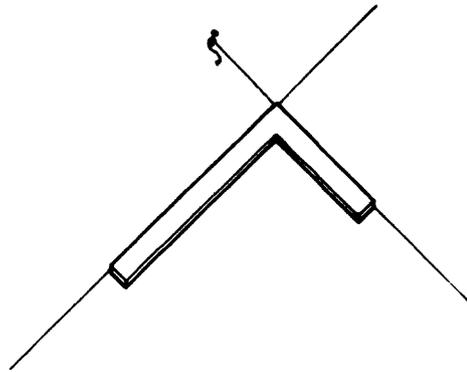

Fig. 6
- Se coloca un cordel perfectamente paralelo o en línea con el otro lado de la escuadra (fig. 6).